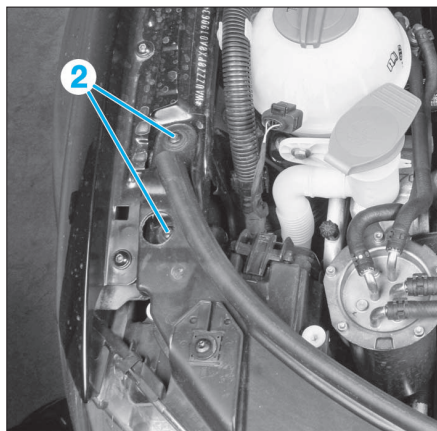

FIG. 23
- Sur chaque support d'aile avant, déposer les vis (2) (Fig.23) après avoir repéré la position de la façade avant.